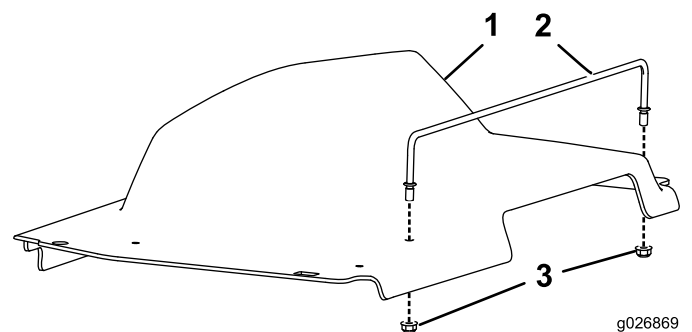

Figura 11
3. Instale una guía de protector en cada cubierta (Figura 11).